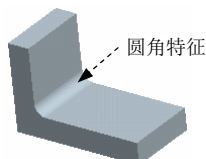

图 5.13.4 创建一般简单圆角
Step4. 在操控板中, 输入圆角半径值 22, 然后单击“完成”按钮, 完成圆角特征的创建, 如图 5.13.4 所示。